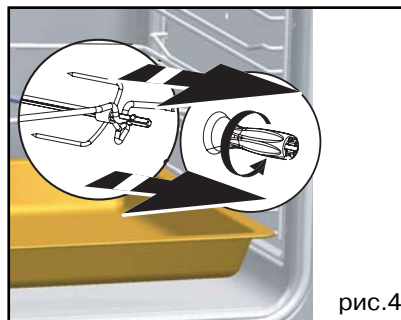

рис.4
- В случае необходимости можно снять внутренние стёкла дверцы духового шкафа. Этот комплекс состоит из одного или двух стёкол, в зависимости от модели, с резиновыми ограничителями черного цвета, расположенными по углам (рис. 4).